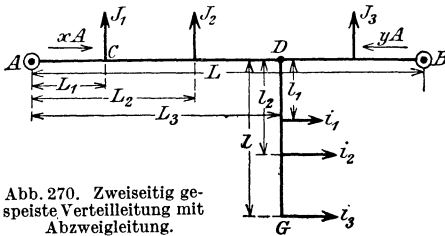
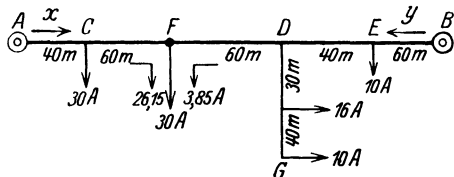

Abb. 270. Zweiseitig gespeiste Verteilleitung mit Abzweigung.
Abb. 272. Zweiseitig gespeiste Leitung mit Stickleitung zu Aufgabe 333.
In gleicher Weise erfolgt die Berechnung, wenn in einem Punkt  $D$  eine neue Leitung  $DG$  (Abb. 270) abzweigt; denn die Ströme  $x$  und  $y$  bleiben dieselben, gleichgültig ob der Strom  $i_1 + i_2 + i_3 + \dots$  unmittelbar in  $D$  oder in den Konsumpunkten der Leitung  $DG$  entnommen wird. Der zulässige Spannungsverlust  $\delta_{\max}$  verteilt sich auf den Spannungsverlust  $\delta_1$  vom Speisepunkt  $A$  (bzw.  $B$ ) bis  $D$  und den Spannungsverlust  $\delta_{\max} - \delta_1$  von  $D$  bis  $G$ . Geschieht die
333. Berechne die Querschnitte der Kupferleitungen  $\overline{AB}$  und  $\overline{DG}$ , wenn die Belastungen und Entfernungen der Abb. 272 entsprechen, die Netzspannung 220 V ist und der zulässige Spannungsverlust von einem Speisepunkt bis  $G$  2% der Netzspannung nicht überschreiten soll.
Die Abkürzung  $A = J_1 L_1 - J_2 L_2 + \dots + J_x L_x$  (Abb. 270) ist, da  $J_x$  den Strom bedeutet, der vom Speisepunkt  $A$  nach dem Abzweigpunkt  $D$  fließt und demnach  $J_x = -3,85$  A ist,
Die Abkürzung  $B = i_1 l_1 + i_2 l_2$  in Abb. 270 ergibt auf Abb. 272 bezogen,  $B = 16 \cdot 30 + 10 \cdot 70 = 1180$ . Ferner ist  $L = 260$  m,  $l = 70$  m, daher nach VI der Spannungsverlust bis zur Abzweigung  $D$
**334.** Häufig macht man (Abb. 270) den Querschnitt der Leitung  $\overline{DG}$  gleich dem Querschnitt der Leitung  $\overline{AB}$ . Wie groß ist der Spannungsverlust  $\delta_1$  zu machen, und wie groß wird der Querschnitt und das Volumen der Leitungen in den zwei vorangegangenen Aufgaben?
Lösung: Die Stromverteilung bleibt die gleiche, es ist daher nach Abb. 270 und Formel II
In Aufgabe 333 (Abb. 272) ist  $A = 3585$ ,  $B = 1180$ , daher